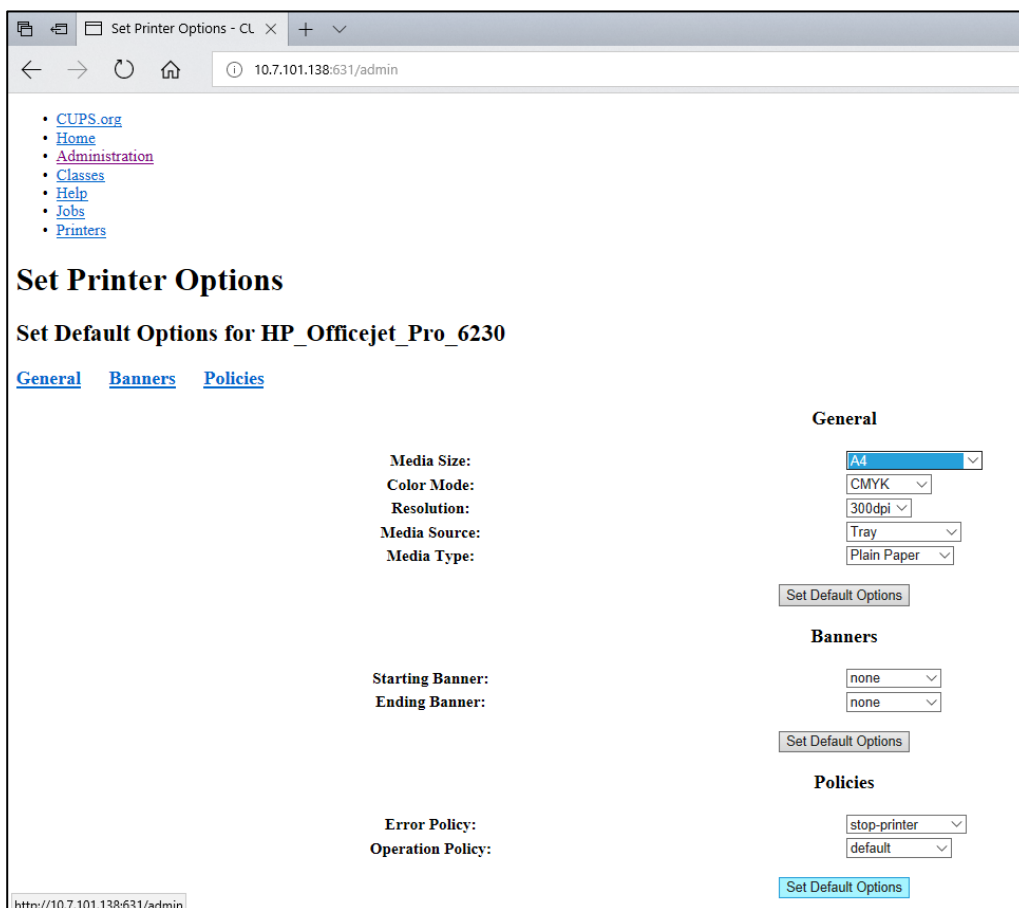

Figura 103. Selecionando o tamanho de mídia correto.
7. Selecione o Media Size (Tamanho da mídia) correto (como "A4"), pois algumas impressoras não imprimem se o formato do papel estiver errado. Em seguida, salve a seleção pressionando Set Default Options (Definir as opções padrão) (Figura 103).